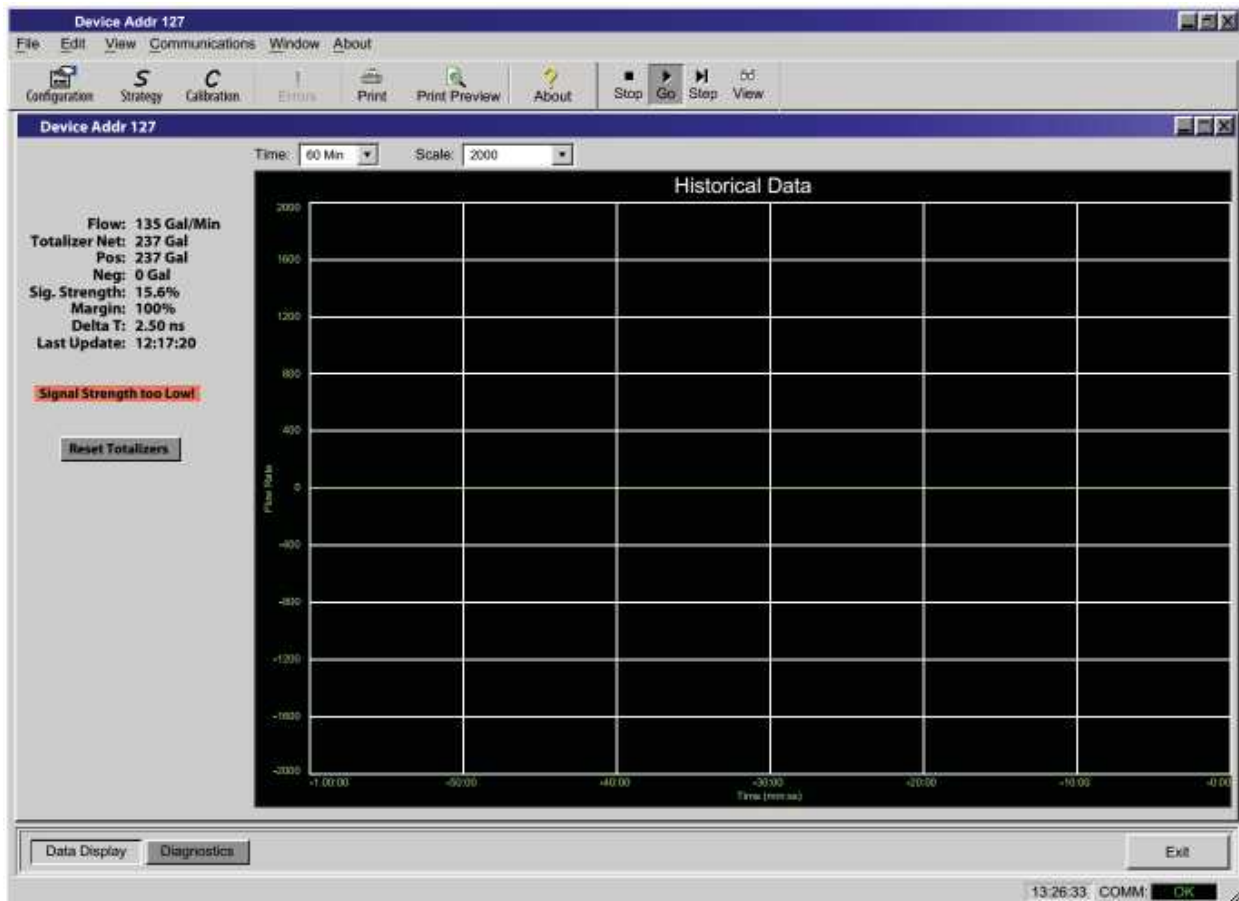

FIGURA 5.1 – TELA DE DADOS
- 2) Dê um duplo clique no ícone USP. A primeira tela que aparece é o modo "RUN" (veja **Figura 5.1**), que contém informações em tempo real referentes a taxa de vazão, totais, intensidade do sinal, status da comunicação e o número de série do medidor de vazão. O indicador **COMM**, no canto direito inferior, indica que a